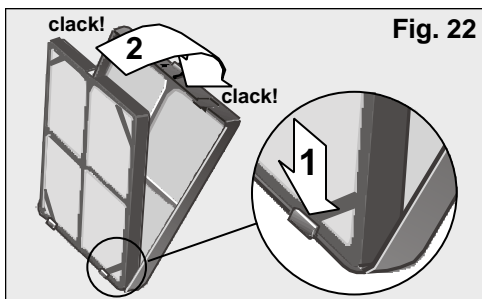

Fig. 22
- Introducete il filtro purificatore + cornice nel filtro base come indicato dalla Fig. 22, tenendo conto che dovrete anzitutto inserirlo nelle pattine inferiori.